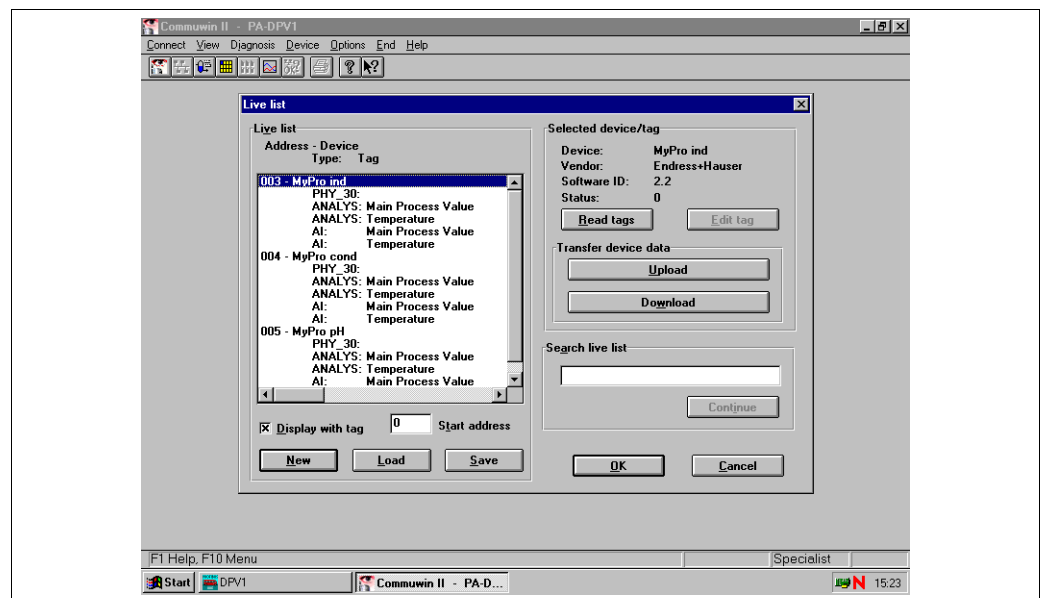

Fig. 45: Live list
2. Creation of live list (Fig. 45)